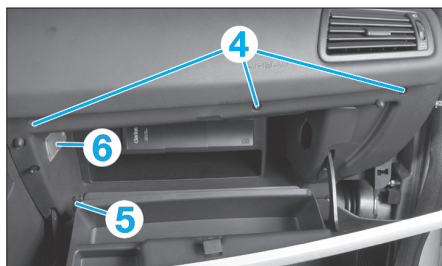

Fig. 3
- Déposer les 3 vis de fixation (4) (Fig.3).